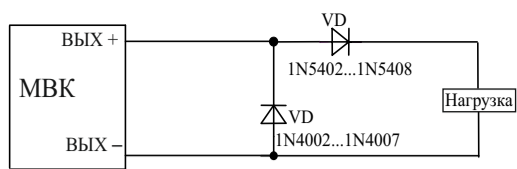
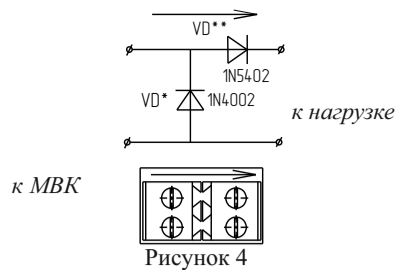

Рисунок 3
Рисунок 4
5.6 Для обеспечения функционирования цепей модулей необходимо в разрыв линий непосредственно к нагрузкам подключить дополнительные диоды (рисунок 3) или устройство подключения нагрузки (далее – УПН) (рисунок 4). УПН состоит из аналогичных диодов, установленных на плату с клеммными колодками. Дополнительные диоды необходимы для обеспечения функционирования цепей контроля соответствующего выхода в выключенном состоянии.